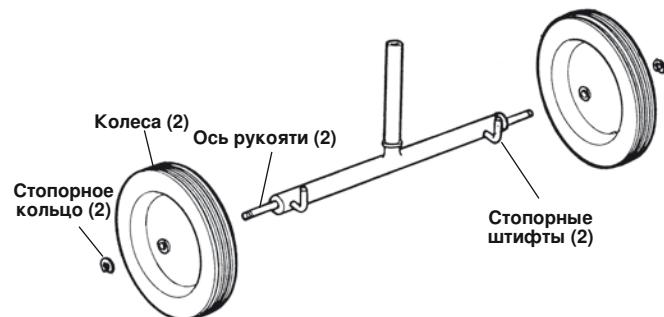

Рис. 27 — Транспортер № 32 в сборе
- При необходимости соберите транспортер № 32 (см. рис. 27).